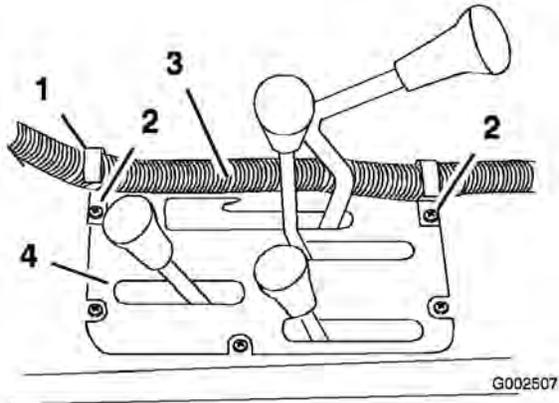

Figura 23
6. Instale dos abrazaderas en la consola central en los puntos indicados en Figura 23 usando los tornillos existentes.